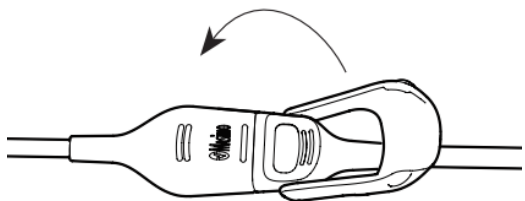

Fig. 15-5 Conexión sensor ADL/PED.
2. Consulte la Fig. 15-5. Cierre completamente el seguro protector.